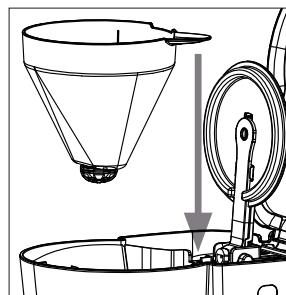

Fig. 1
- 3) Si ce n'est pas déjà fait, placez le porte-filtre ⑪ dans le support porte-filtre ⑨ de manière à ce que la poignée dépasse de la cavité en direction du réservoir à eau ⑩ (voir la figure 1).